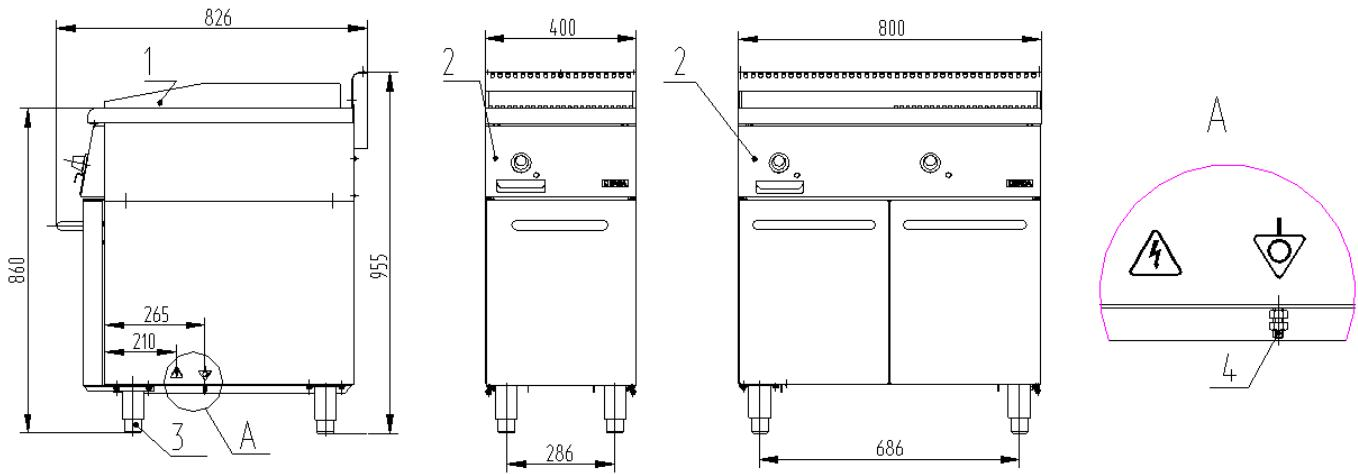

Рисунок 1 – Внешний вид поверхностей жарочных
Поверхность жарочная, рисунок 1, выполнена в бескаркасном варианте. К основанию крепятся регулируемые опоры (3), которые позволяют выставить изделие в положение, обеспечивающее оптимальное распределение жира на поверхности жарочной (1) с одновременным стоком излишков масла (жира) и соуса через отверстие, в предназначенную для слива емкость. Кроме того, опоры, позволяют изменять высоту изделия (не более 30 мм), а так же компенсировать неровности пола.